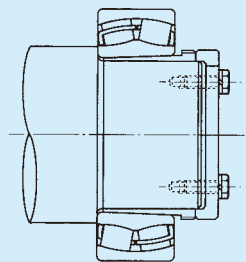
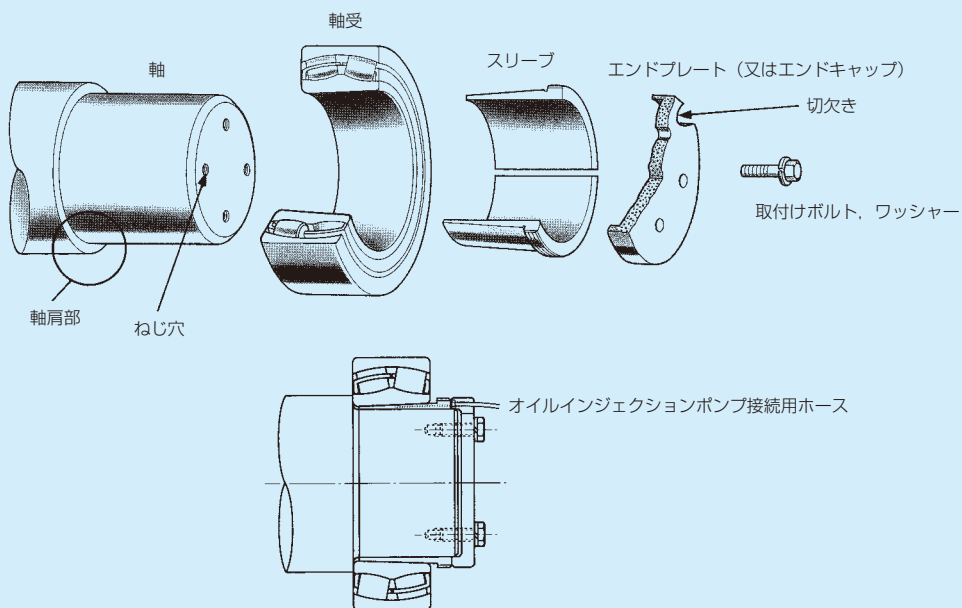

図6.19 組込み図
図6.20 オイルインジェクション法
**c) オイルインジェクション法 (図6.19, 図6.20)**